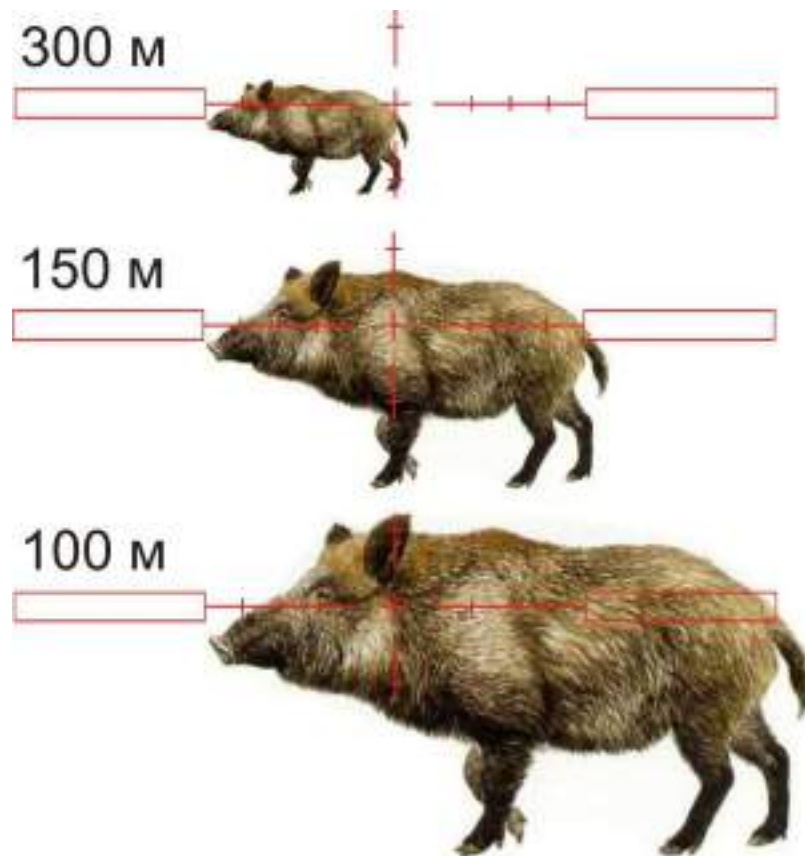

Рис.5
- 2) поместите перекрестье прицела так, чтобы одна сторона цели оказалась на риске Mil Dot (см. пример на рис. 5),
На рис. 5 представлен пример оценки расстояния для прибора «Dedal-470(100)» с увеличением 4x до кабана (трофейной длины 1.5 м) по сетке Mil Dot (5, 10 и 15 делений соответственно).
(\*) – смотри соответствие на рис. 5.